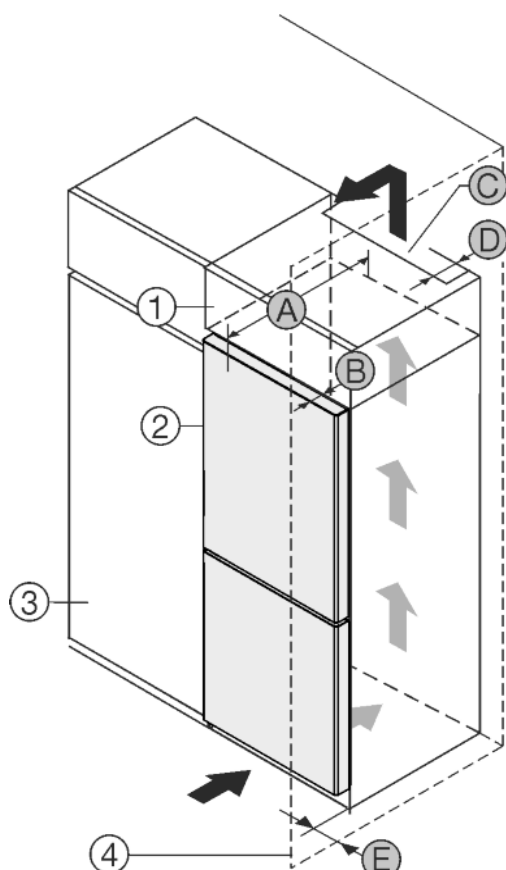

Fig. 1
- (1) Armadietto sovrapponibile\*      (B) Profondità porta\*
- (2) Apparecchiatura\*                      (C) Sezione di ventilazione\*
- (3) Mobile da cucina\*                      (D) Distanza lato posteriore apparecchiatura\*
- (4) Parete\*                                      (E) Distanza lato apparecchiatura\*
- (A) Profondità apparecchiatura\*
Non collocare l'apparecchiatura accanto al mobile da cucina Fig. 1 (3).\*
Collocare l'apparecchiatura con una distanza di 5 cm tra l'apparecchiatura e il mobile da cucina Fig. 1 (3).\*
Sul lato posteriore dell'armadietto sovrapponibile deve essere presente un vano di scarico dell'aria con la profondità Fig. 1 (D) che attraversa l'intera larghezza dell'armadietto sovrapponibile.\*
Sotto al soffitto deve essere presente la sezione di ventilazione Fig. 1 (C).\*
Se l'apparecchiatura con cerniere viene installata accanto ad una parete Fig. 1 (4), la distanza minima fra l'apparecchiatura e la parete deve essere almeno di 40 mm, che corrisponde alla sporgenza della maniglia a porta aperta.\*
Per poter aprire completamente le porte, l'apparecchiatura deve sporgere almeno della profondità della porta Fig. 1 (B) rispetto al frontale del mobile da cucina. L'apparecchiatura può sporgere ulteriormente a seconda della profondità dei mobili da cucina Fig. 1 (3) e dell'utilizzo di distanziatori a parete.\*
Per poter aprire completamente le porte, l'apparecchiatura deve sporgere almeno della profondità della porta (B) rispetto al frontale del mobile da cucina. L'apparecchiatura può sporgere ulteriormente a seconda della profondità dei mobili da cucina Fig. 1 (3) e dell'utilizzo di distanziatori a parete.\*